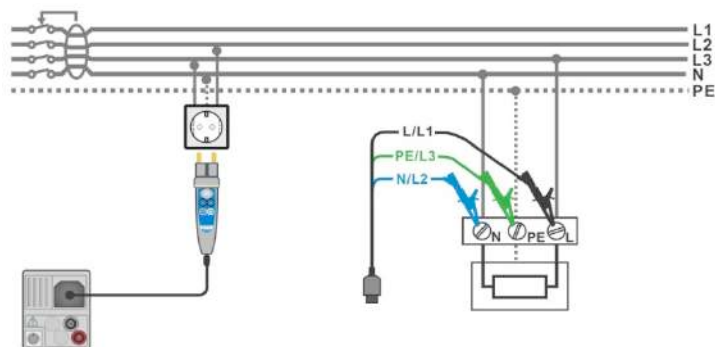

Рисунок 7.23: Подключение щупа «commander» с вилкой и 3-проводного измерительного кабеля.
- › Подключите измерительный кабель или щуп «Commander» к испытываемому объекту, см. **Рисунок 7.23: Подключение щупа «commander» с вилкой и 3-проводного измерительного кабеля.**
<ul style="list-style-type: none"> • Вызовите функцию УЗО Auto (автоматическое испытание УЗО). • Установите параметры/ пределы испытаний. • Подключите измерительный кабель к прибору. • Подключите измерительный кабель или щуп «Commander» к испытываемому объекту, см. Рисунок 7.23: Подключение щупа «commander» с вилкой и 3-проводного измерительного кабеля • Запустите измерение. 	Начало испытаний